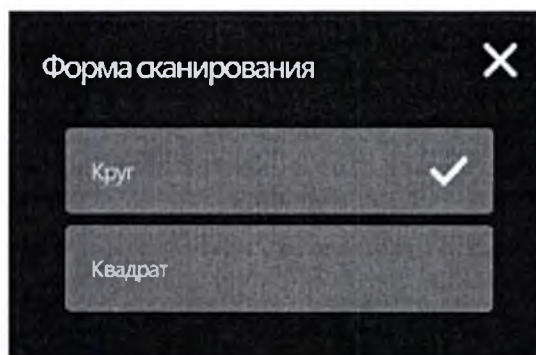

Рис. 5.29 – Выбор формы сканирования
5.8.11.3 При выборе пункта меню - «Форма сканирования» открывается окно (рис. 5.29), позволяющее выбрать сканируемую форму: